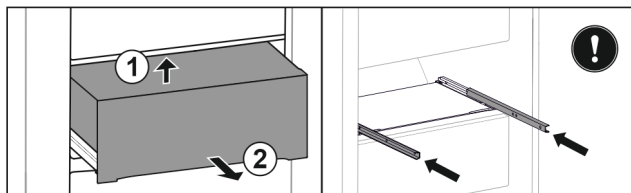

Fig. 124
- ▶ Nadvihnite zásuvku zospodu dozadu. Fig. 124 (1)
- ▶ Odoberte zásuvku dopredu. Fig. 124 (2)